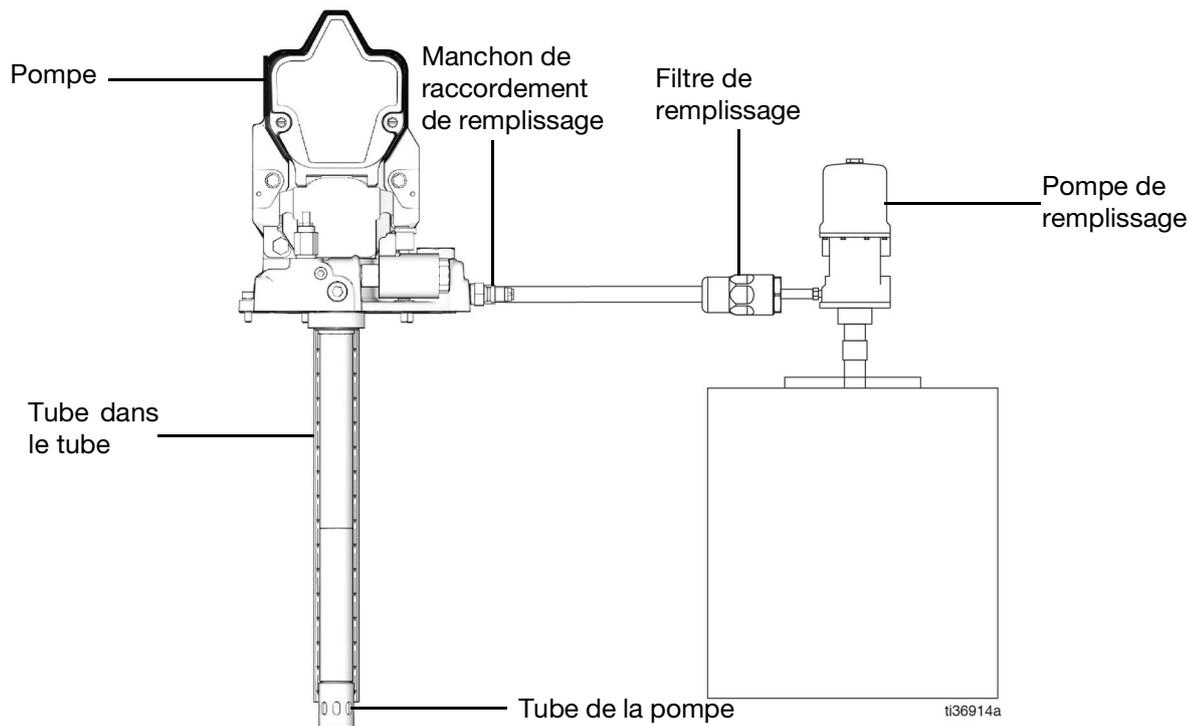

FIG. 3
2. Lancez la pompe de remplissage jusqu'à ce que la graisse sorte du dessous du tube dans le tube (FIG. 3 et FIG. 4).